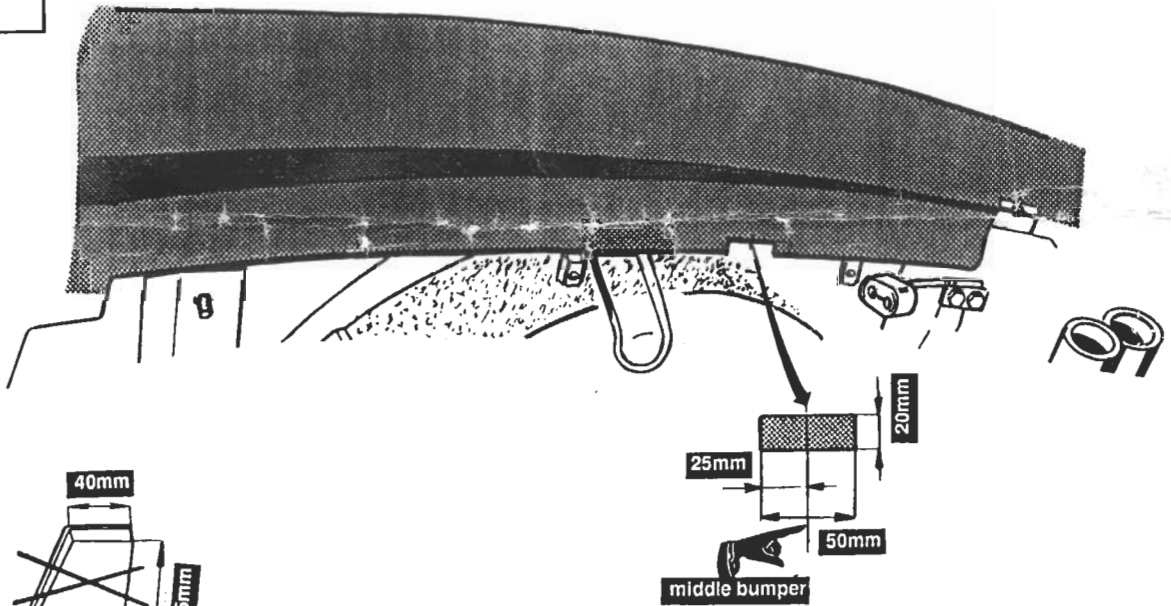
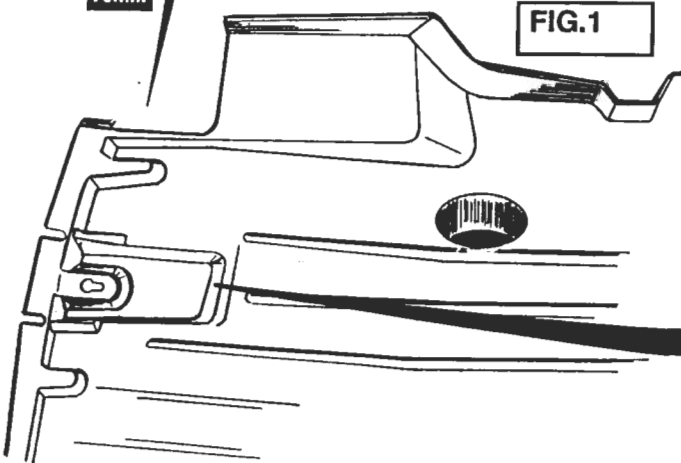

FIG.1
FIG.6
1. Demonteer de kunststof onderplaat van de auto. Een gedeelte van deze plaat is weergegeven in fig. 1. Verwijder eerst de uitlaat overeenkomstig fig.2 van het laatste uitlaat-ophangrubber. Verwijder daarna overeenkomstig fig.2 de laatste uitlaatophanging. Verwijder overeenkomstig fig.3 de drie bouten van de flensbevestiging. Demonteer links en rechts de sleepogen van het voertuig. Deze komen te vervallen. Herplaats de uitlaatophanging met tussenplaatsing van het vulstripje A.
3. Plaats de trekhaak en bevestig deze t.p.v de sleepoogbevestigingspunten d.m.v. zes bouten M10x1.25x30 inclusief veer- en sluitringen. Draai deze bouten overeenkomstig de tabel vast. Monteer de demper. Knip overeenkomstig fig.1 en fig.6 de aangegeven delen uit de kunststof onderplaat. Herplaats de onderplaat en bevestig deze t.p.v. de punten B d.m.v. drie bouten M6x10 inclusief veer- en sluitringen  $\varnothing 25 \times 6.5 \times 1.5$  en t.p.v. de overige punten d.m.v. het originele bevestigingsmateriaal. De kogelstang is reeds fabrieksmatig aan de trekhaak gemonteerd d.m.v. twee bouten M12x65 inclusief sluitringen en zelfborgende moeren.
1. Remove the plastic base plate from the vehicle. A portion of this plate is shown in fig. 1.
Assemble the shock absorber. Cut as in fig. 1 and fig. 6 the specified part out of the plastic base plate. Replace the base plate and fasten it at points B using three bolts M6x30 including spring and flat washers  $\varnothing 25 \times 6.5 \times 1.5$  and at the other points using the original fastening materials.
1. Die Kunststoffunterplatte vom Auto entfernen. Ein Teil dieser Platte ist in Fig. 1 wiedergegeben.
4. Die Kupplungskugel mit Halterung anbringen und an den Abschleppösenbefestigungspunkten mit sechs Schrauben M10x1.25x30 inkl. Federringen und Unterlegscheiben befestigen. Alle Schrauben laut Tabelle festdrehen. Den Schalldämpfer anbringen. Laut Fig. 1 und Fig. 6 die angegebenen Teile aus der Kunststoffunterplatte ausschneiden. Die Unterplatte wieder anbringen und diese an den Punkten B befestigen mit drei Schrauben M6x10 inkl. Federringen und Unterlegscheiben  $\varnothing 25 \times 6.5 \times 1.5$  und an den übrigen Punkten mit dem originalen Befestigungsmaterial.
1. Démonter la plaque inférieure en plastique de la voiture. Un morceau de cette plaque est illustré sur la fig. 1.
3. Positionner l'attache-remorque et la fixer à l'emplacement des points de fixation de l'anneau de remorquage à l'aide de six boulons M10x1.25x30, rondelles grower et rondelles de blocage incluses. Serrer ces boulons conformément au tableau. Monter le silencieux. Découper conformément aux fig. 1 et 6 les parties indiquées de la plaque inférieure en plastique.